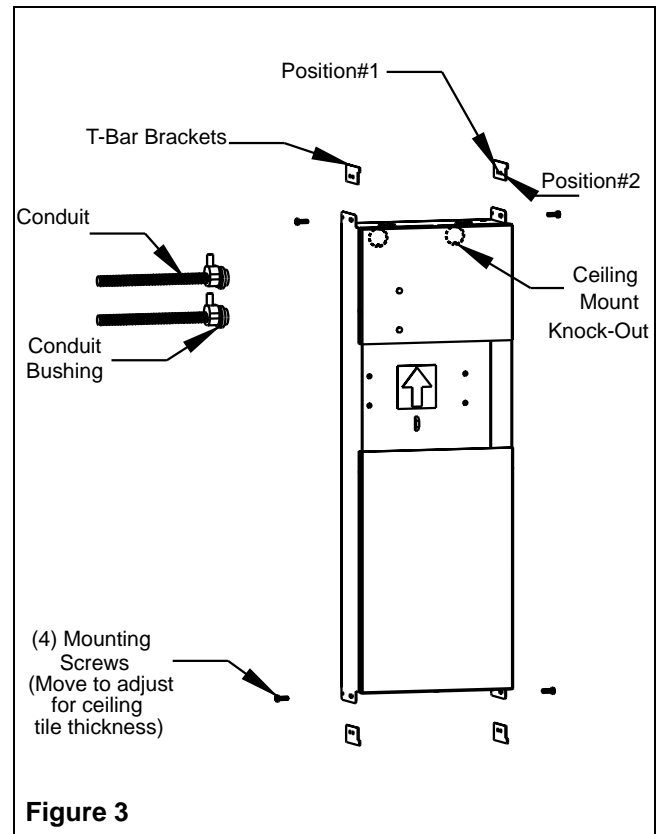

Figure 3
Back-Box Installation in T-bar Ceiling (Figure 3, 4)
1. Knock out the hole(s) on the rear of the back-box for incoming cable(s) (AC line; DC emergency line, Figure 3).
2. Mount the supplied T-bar brackets on the four tabs as shown in the Figure 3. Use position #1 hole for 1-in. T-bar and position #2 hole for 1.5-in. T-bar. For each position move the bracket to adjust the slot hole(s) for 1/2 in. or 5/8 in. ceiling tile thickness to locate the back-box flush with the back face of the ceiling tile. Tighten the screws.
Montage du boîtier encastré sur des barres en " T " (Figure 3)
1. Défoncez la(les) débouchure(s) dans la paroi du fond du boîtier encastré pour permettre l'installation du(des) câble(s) entrant(s) (ligne c.a.; ligne de secours c.c., Figure 3).
2. Montez les supports pour barres en " T " (fournies) sur les quatre pattes de montage du boîtier tel qu'indiqué dans la Figure 3. Utilisez le trou en position 1 pour des barres en " T " de 1 po., celui en position 2 pour les barres en " T " de 1,5 po. Pour chaque position, déplacez le support pour aligner les fentes pour les épaisseurs de 1/2 ou 5/8 po. des carreaux de plafond afin que le boîtier encastré soit aligné à l'endos du carreau. Resserrez les vis.